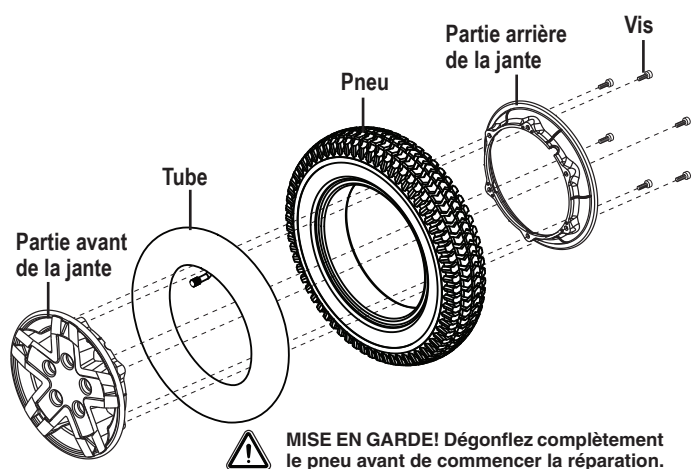

Figure 20. Roue motrice démontée du Q4
6. Retirez les vis qui retiennent les deux parties de la jante ensemble. Voir la figure 20.
10. Réinstallez les cinq (5) écrous de roue sur le moyeu et resserrez.